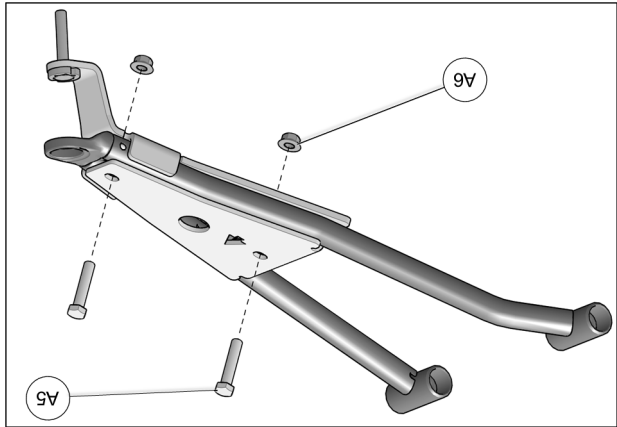

Fig. 17
6. Insérer les boulons M10x50 mm (A5) par le dessus de l'ancrage. Assembler les deux parties avec les écrous (A6) fournis. Serrer l'assemblage à un couple de 50 N•m [37 lb•pi]. Voir la Fig. 17